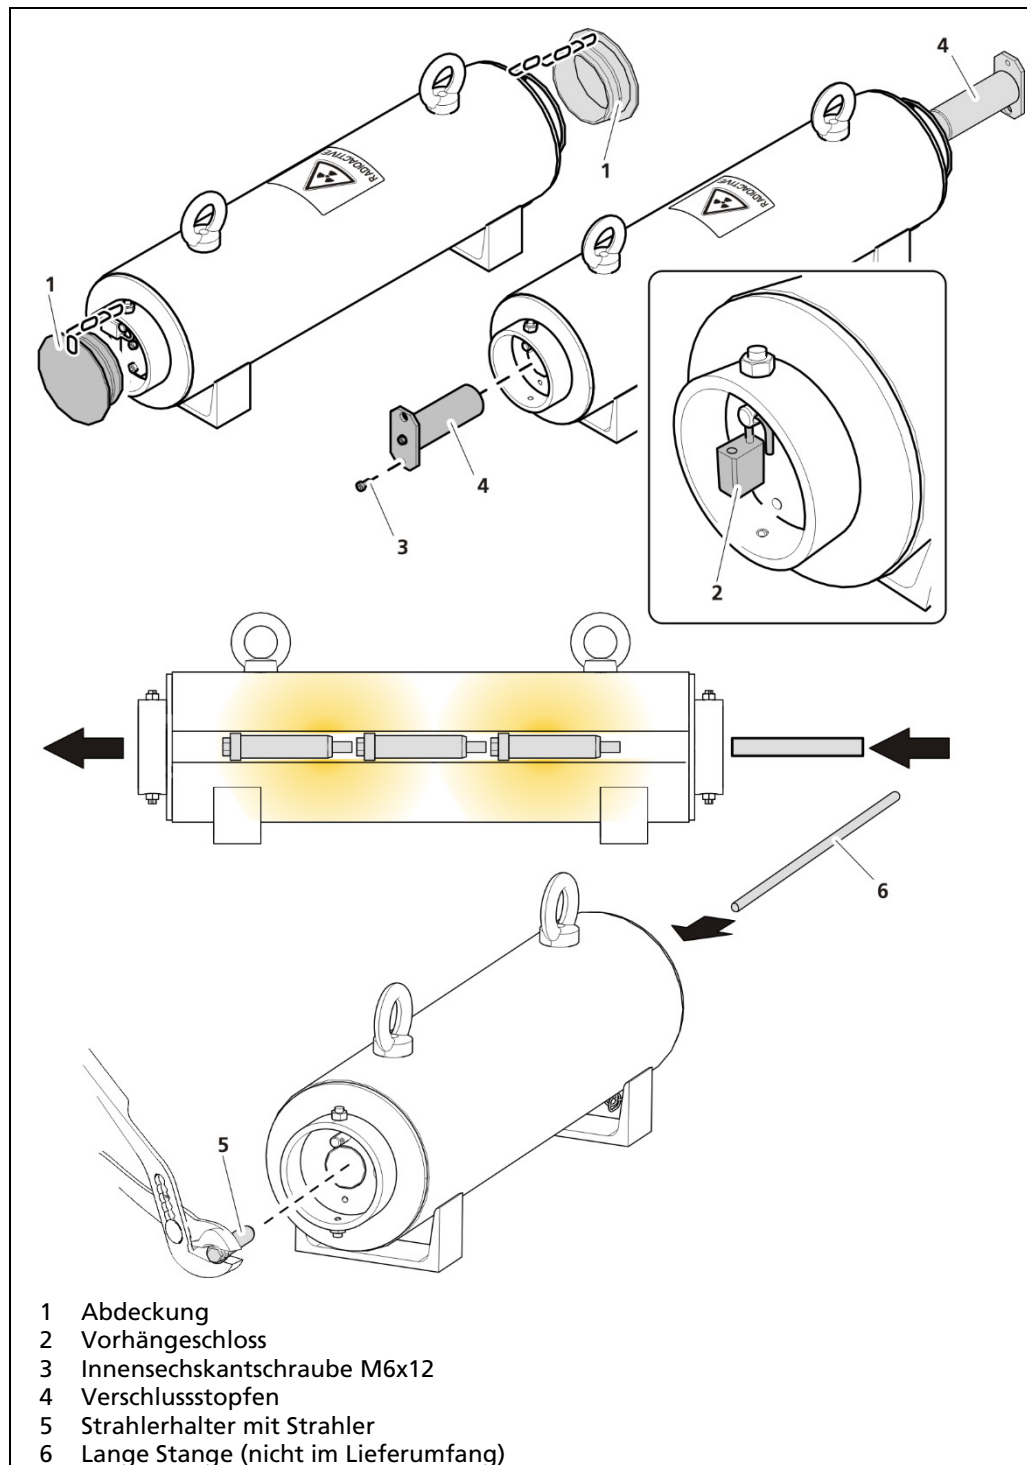

Abb. 4 Punktstrahler entnehmen
1. Entfernen Sie die Abdeckungen (Abb. 4, Pos.1).
2. Entfernen Sie die Vorhängeschlösser (Abb. 4, Pos.2).
3. Lösen Sie die Innensechskantschraube (Abb. 4, Pos.3) und entfernen Sie die Verschlussstopfen (Abb. 4, Pos.4).
4. Ziehen Sie den Strahlerhalter mit Strahler (Abb. 4, Pos.5) mit der Zange o.ä. aus der Abschirmung.
5. Sind mehrere Punktstrahler eingebaut, führen Sie eine lange Stange (Abb. 4, Pos.6) in die Öffnung ein, um die Punktstrahler aus der Transportabschirmung zu schieben.